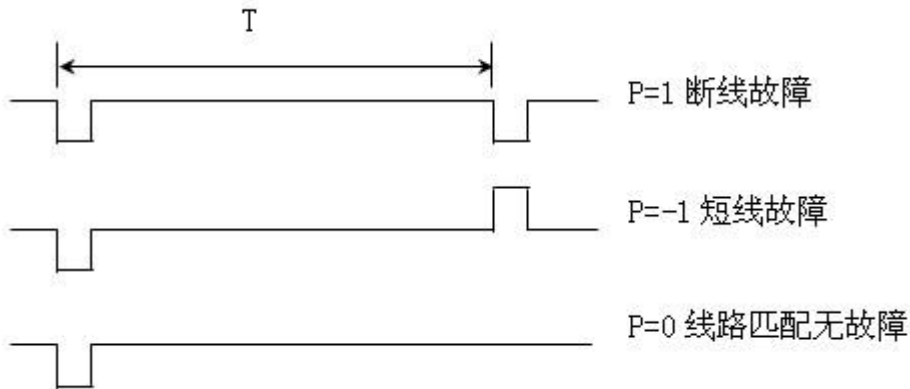

图 1 不同故障的反射波形
V 为电波在线路中的传播速度, 与线路一次参数有关, 对每种线路它是一个固定值, 可通过计算和仪器实测得到。将脉冲源的发射脉冲和线路故障点的反射波以一显示器实时显示, 并由仪器提供的时钟信号可测得时间 T 。因此线路故障点的距离 L_x 便可由 (2) 式求得。不同故障时的波形图如图 1 所示。